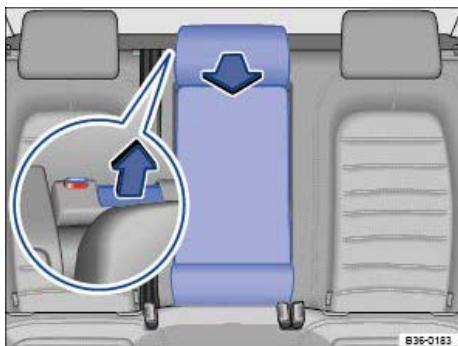

Abb. 132 In der Rücksitzlehne: Durchladeeinrichtung öffnen.
- Entriegelungshebel in Pfeilrichtung ziehen und Deckel der Durchladeeinrichtung \Rightarrow Abb. 132 ganz nach vorn klappen.
- Die rote Markierung an der Verriegelungsanzeige \Rightarrow Abb. 132 (Lupe) darf nicht mehr sichtbar sein.
- Eine rote Markierung an der Verriegelungsanzeige \Rightarrow Abb. 132 (Lupe) signalisiert eine nicht eingerastete Durchladeeinrichtung. Immer prüfen, dass die rote Markierung niemals sichtbar ist, wenn sich die Durchladeeinrichtung in der aufrechten Position befindet.